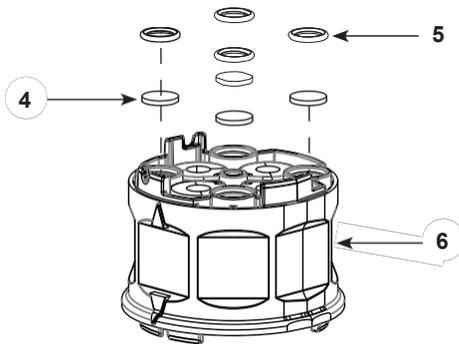

Figure 23 Assemblage du boîtier de la vanne à manchon
REMARQUE : Chaque fois que la pompe est démontée, le joint du bloc Y (élément 10 de la figure 23) doit être remplacé.
2. Voir la figure 23. Assembler les disques filtrants (4) et les joints toriques (5) dans le bloc de la chambre de la vanne de pincement (6).